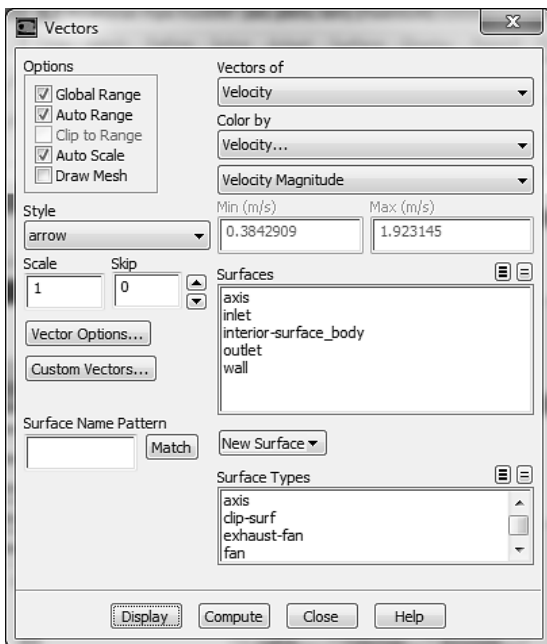

Рис. 1.59
- 3) В появившемся окне Vectors, рис. 1.59. ждем кнопку Display. В графическом окне будет показано поле векторов скоростей.